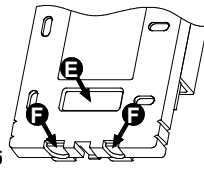

Fig. 5
**Ingresso cavi dal retro:** Rimuovere, con l'aiuto di un cacciavite, il tassello della base, come indicato dalla freccia in (E) di Fig. 5.
**Ingresso cavi dal bordo inferiore della base:** Rimuovere, con l'aiuto di un cacciavite, i tasselli della base, come indicato dalle frecce in (F) di Fig. 5.